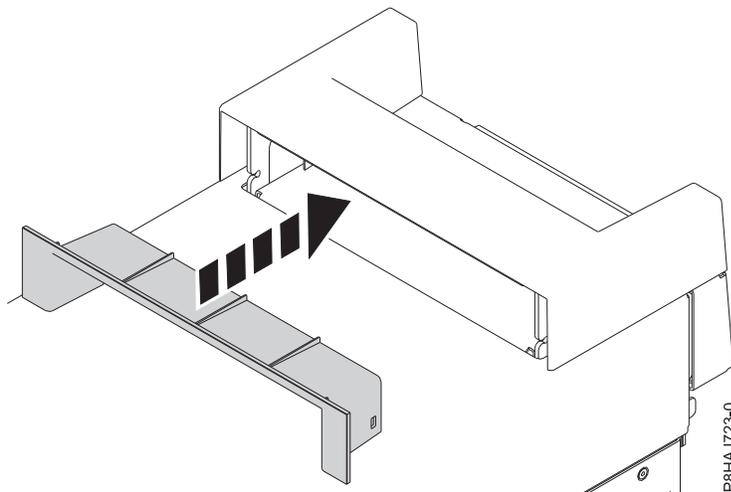

Abbildung 141. Element innerhalb der Griffabdeckung bei einem eigenständigen System vom Typ 8286-41A einsetzen
2. Setzen Sie das Element innerhalb der Griffabdeckung ein, indem Sie es fest in die Griffabdeckung drücken (siehe Abb. 141).